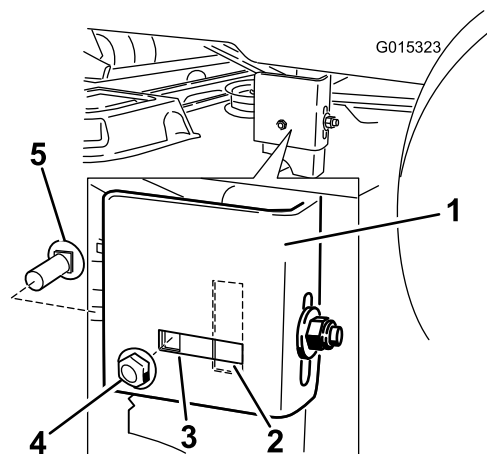

Figure 49
- Passez au côté gauche de la machine. Retirez le boulon de carrosserie et l'écrou de blocage latéraux de la position fixe et placez-les dans la position allongée arrière (Figure 49). Ne serrez pas complètement l'écrou de blocage.
- Desserrez l'écrou de blocage arrière sur le support jusqu'à ce qu'il soit possible d'ajuster le support (Figure 49).